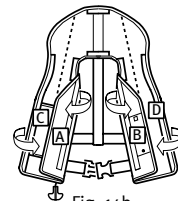

Fig. 14b
2. Repliez les côtés (C et D) à l'intérieur le long des lignes pointillées. Attachez les côtés avec le velcro (Fig 14b) en laissant le VFI partiellement replié.